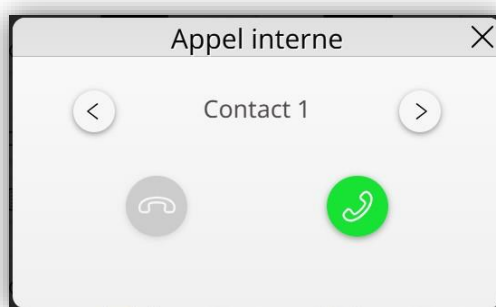

Figure 116. Liste de contacts.
**Note** : l'interface de la Figure 116 apparaîtra aussi si l'option **importer contacts "depuis la web"** (voir section 2.1.17.2) n'est pas activée et que la liste de contacts est configurée sous ETS.